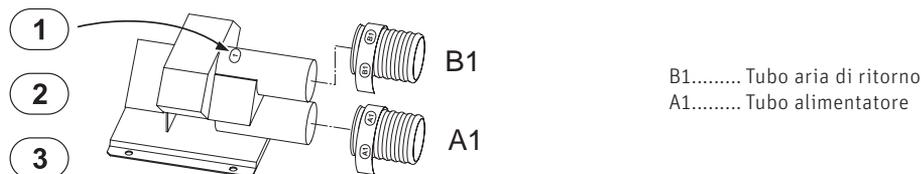
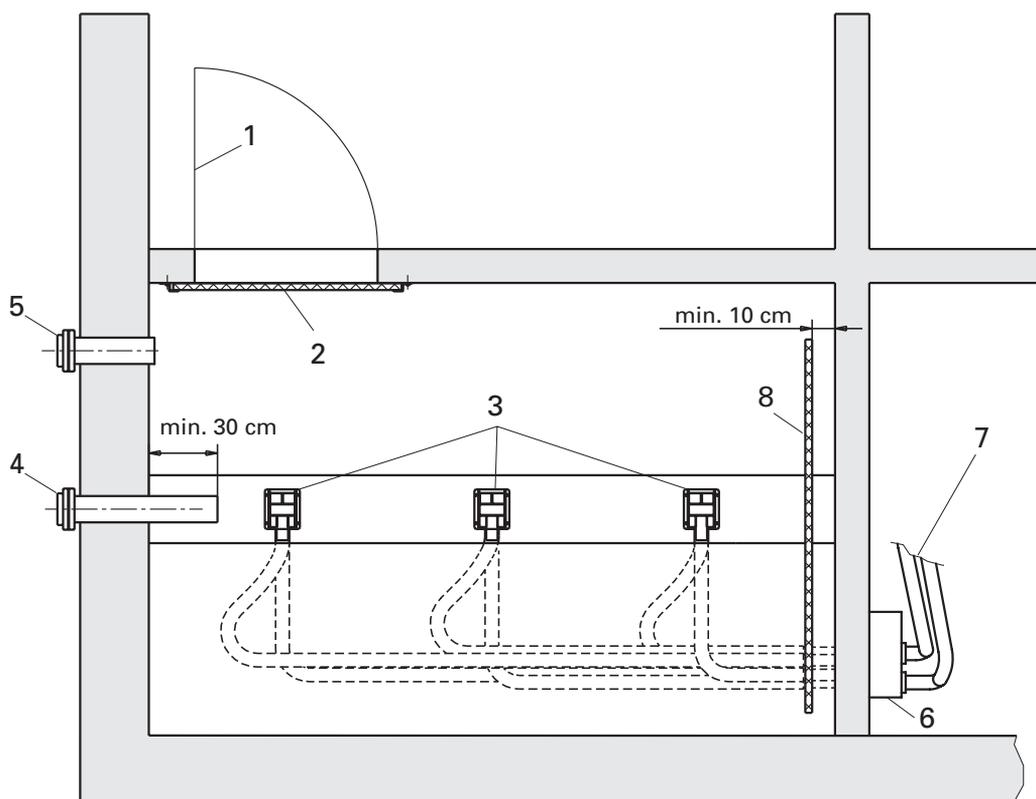

Fig. 14 Sonde di aspirazione
Fig. 15 Stiva per pellets e locale caldaia – vista da sopra.
- Suddividere le sonde di aspirazione una dopo l'altra, in base alle dimensioni del magazzino pellet, in modo tale da svuotare al meglio il magazzino. Attaccare gli adesivi 1, 2 e 3 sulle sonde di aspirazione – Fig. 14. Avvitare saldamente le sonde di aspirazione al pavimento una ad una – Fig. 15.